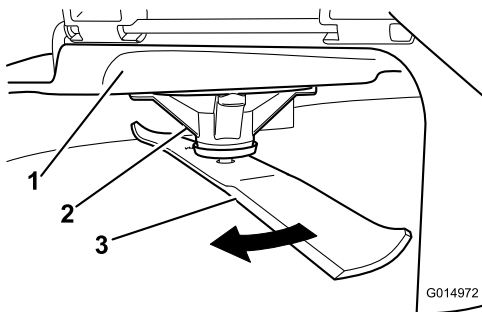

Figura 89
2. Enfilez des gants épais ou utilisez une autre protection adéquate pour les mains, et faites tourner la lame lentement jusqu'à une position permettant de mesurer la distance entre le tranchant et la surface plane sur laquelle se trouve la machine (Figura 89).